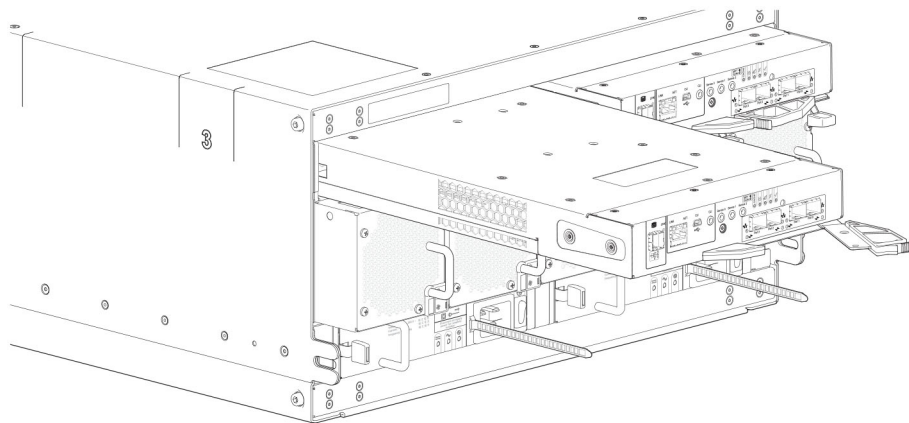

Figure 58. Retrait d'un module IOM (2 sur 2)
ℹ REMARQUE : Lors de la réalisation de la procédure suivante, reportez-vous à Figure 58. Retrait d'un module IOM \(2 sur 2\).
- 4 Mettez le module en position en fermant manuellement le loquet. Consultez les détails n° 2, puis les détails n° 1 Figure 58. Retrait d'un module IOM \(2 sur 2\)